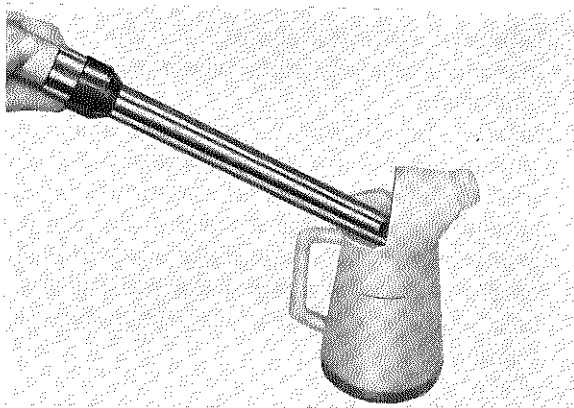

Fig. 5-6-2
2. Remove the caps and drain the oil from both fork tubes. (Fig. 5-6-2)
2. Enlever les bouchons, et faire couler l'huile des deux bras de fourche (Fig. 5-6-2).
2. Verschlußkappen abnehmen und Öl aus beiden Gabelrohren ablassen. (Fig. 5-6-2)